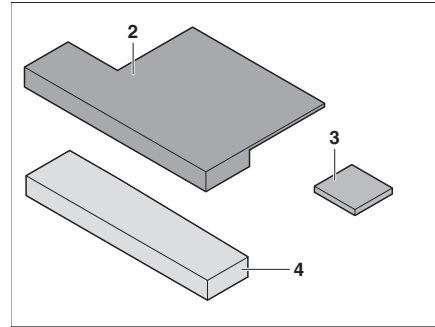

Bild 182 Extradynor
- Placera sittkil (Bild 182,3) på extradynan (Bild 182,2) (med kardborrband).